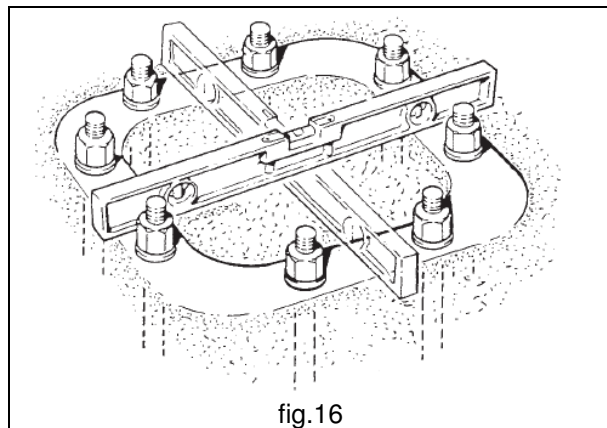

fig.16
- Niveler le gabarit de fondation, si possible, en se servant d'un niveau et veiller au remplissage et au rasage du massif (fig.16).